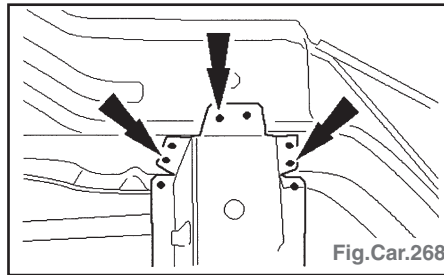

Fig.Car.268
- Longeron : Fraiser les points de soudure (Fig.Car.268).
- Souder par bouchonnage (Fig.Car.268).